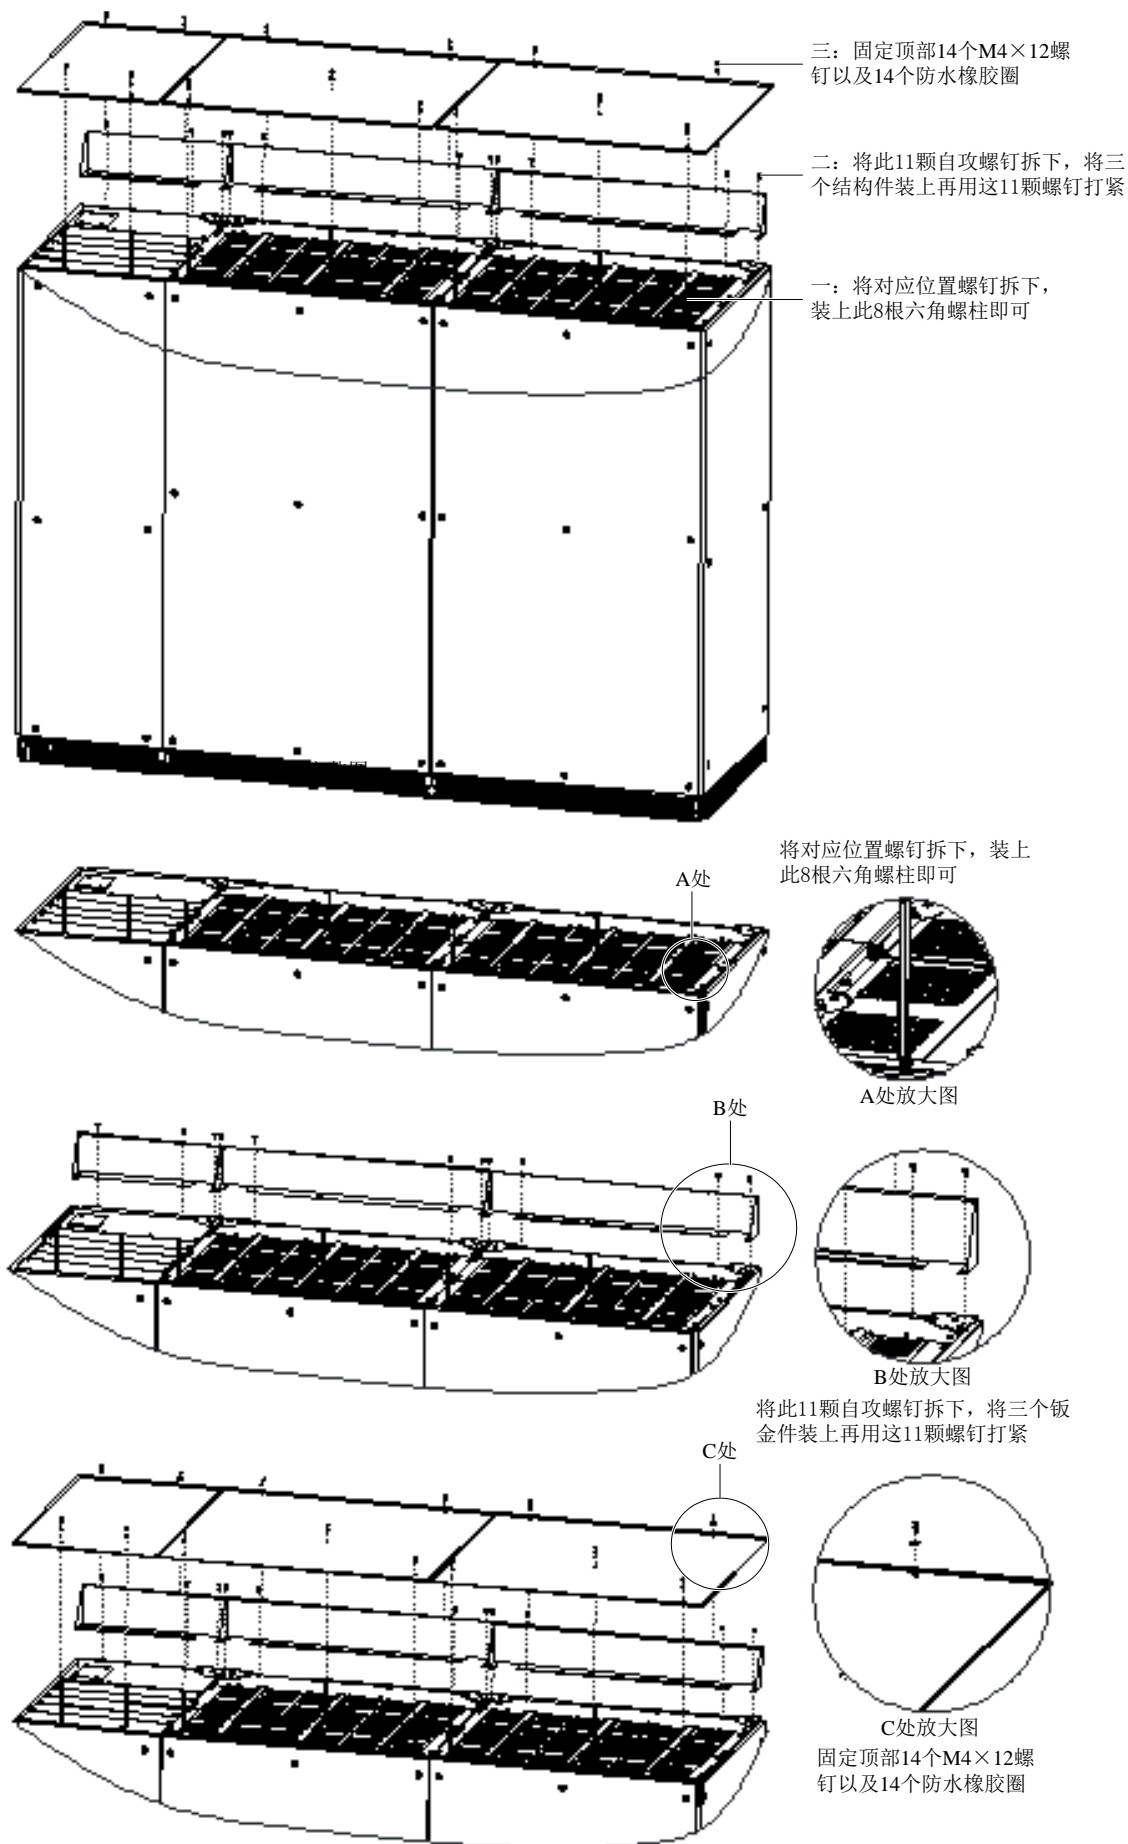

图8-23 IP21 选件安装示意图
1. 拆除机柜顶部螺钉并将位于附件中的六角螺柱安装在对应位置共 8 处，如图 8-23 的 A 处所示。
2. 拆除机柜顶部如图 8-23 的 B 处螺钉（11 个），并将 3 个结构件固定在机柜顶部。
3. 将顶板放于机柜顶部，并用 14 个 M14×12 螺钉以及防水胶条固定，如图 8-23 的 C 处所示。